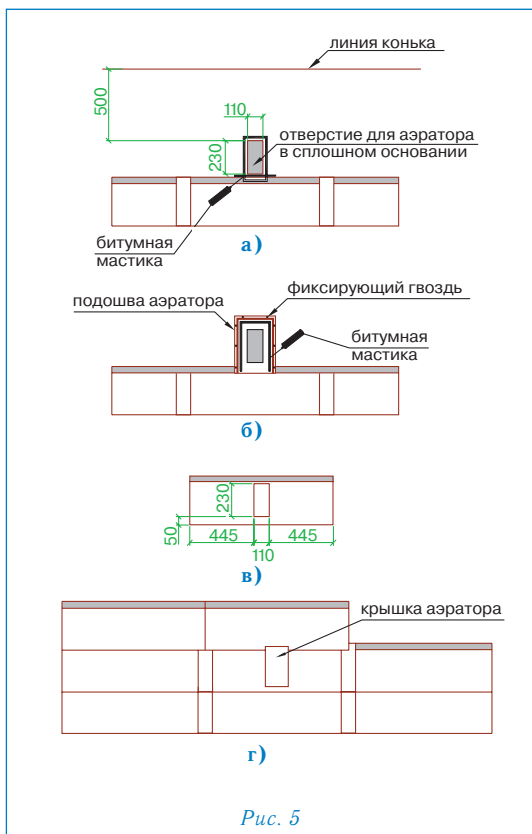

Рис. 5
Установка аэратора (рис. 5)
- В сплошном основании кровли прорезается отверстие 11 × 23 см, расположенное согласно рис. 5а;
- корпус аэратора устанавливается поверх отверстия и фиксируется гвоздями из нержавеющей стали; по верхней и боковым сторонам подошвы корпуса также наносится битумная мастика (рис. 5б);
- далее укладывается очередной ряд черепицы; подошва аэратора при этом закрывается листом ПРЕСТИЖ НОВЫЙ РИМ с заранее прорезанным в нем отверстием (рис. 5в);
- на корпус аэратора устанавливается крышка, которая фиксируется нажатием (до щелчка) (рис. 5г).